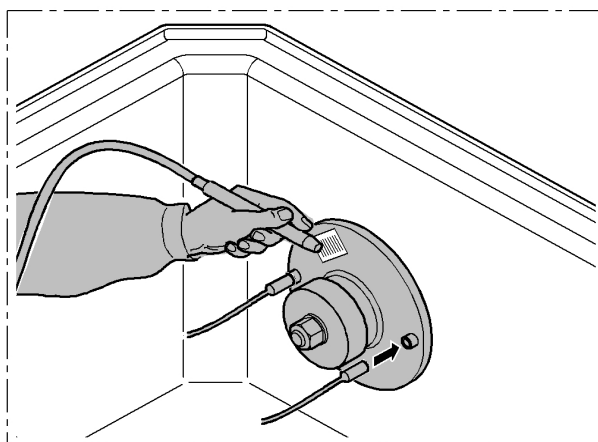

Fig. 5
- Soldar a caixa de empanque, mediante o específico código de barras, seguindo as indicações que aparecem no display da soldadora. (Fig. 5)